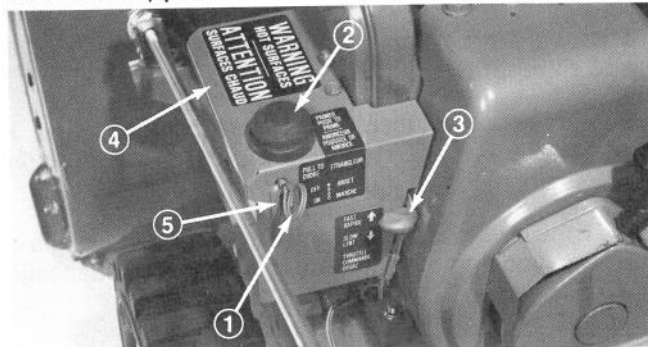

Figure 17
Remarque: Pour mettre le moteur en marche à 4°C (40°F) ou à des températures plus élevées, enlevez la boîte de chauffage du carburateur (Fig. 17). Il faut toutefois remettre la boîte de chauffage à des températures inférieures à 4°C ou 40°F. Pour enlever la boîte de chauffage du carburateur, procédez comme suit:
- Enlevez les vis Phillips et les vis à tête hexagonale fixant la boîte de chauffage en place. Enlevez la virole qui se trouve sous la tige de l'étrangleur (Fig. 17).
- Mettez la commande des gaz en position RAPIDE (fast) (Fig. 17).
- Tirez à fond l'étrangleur (Full choke) (Fig. 17).
- Appuyez sur l'amorçeur (Fig. 17) cinq fois.
- Dès que le moteur est en marche, ramenez la manette de l'étrangleur aux 3/4 de sa course (Fig. 17). Au fur et à mesure que le moteur se réchauffe, ramenez progressivement la manette à la 1/2 de sa course pour finalement arriver à la position de repos. Si le moteur hésite, ramenez la manette de l'étrangleur à la 1/2 de sa course. Quand le moteur est assez réchauffé, remettez la manette de l'étrangleur en position de repos.